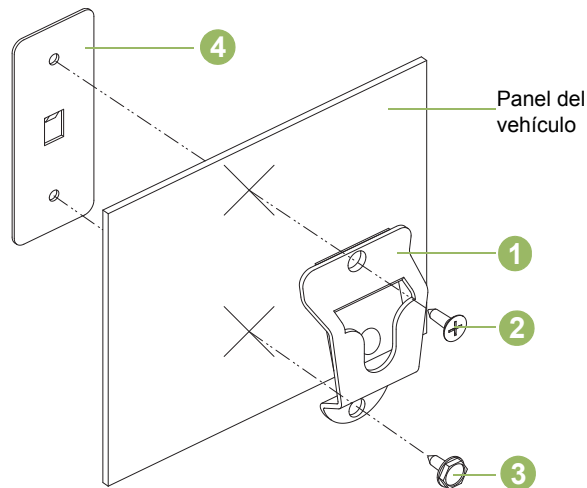

Figura 4.2: Instalación del soporte de montaje
Consulte la Figura 4.2 a continuación y fije el clip para colgar (1) al vehículo con dos tornillos de metal laminado y la placa de apoyo proporcionada. Coloque la placa de apoyo (4) detrás del panel. Use el tornillo de cabeza plana (2) en orificio de montaje superior y el tornillo macho hexagonal (3) en el orificio de montaje inferior. Asegúrese de que los tornillos de montaje se fijen a los orificios en la placa de apoyo.